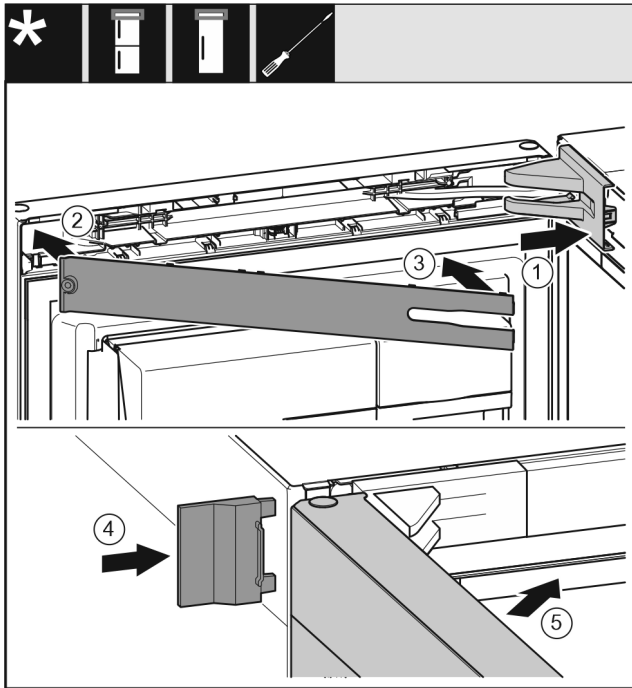

Fig. 24
- Poser et enclencher le cache du support de palier, l'introduire en appuyant délicatement. Fig. 24 (1)
- Poser le cache. Fig. 24 (2)
- Incliner le cache et l'enclencher. Fig. 24 (3)
- Enfiler le cache extérieur. Fig. 24 (4)
- Fermer la porte supérieure. Fig. 24 (5)